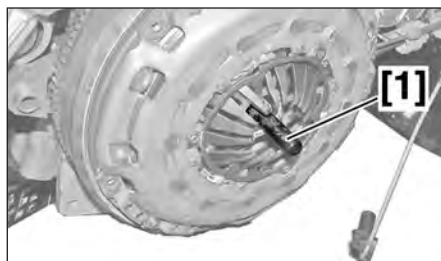

FIG.2
- Mettre en place le mandrin de centrage [1] (Fig.2).